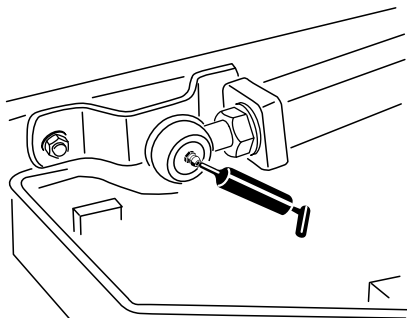

Figura 46
- Duas rótulas de elevação da barra de ligação (Figura 46)